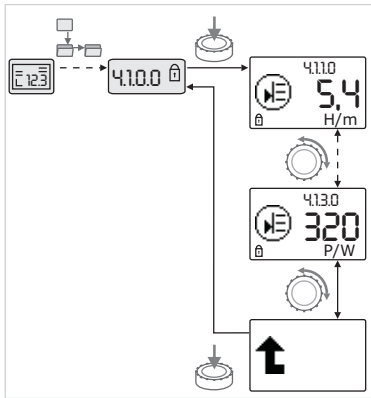

Fig. 42: Hämtning av information
- Välj menyelement av typen "Information" för aktuell undermeny genom att vrida på driftknappen (se fig. 42). För en förklaring av inställningarna med symboler, se tabellen i kapitel 8.7 "Referens menyelement" på sidan 34.